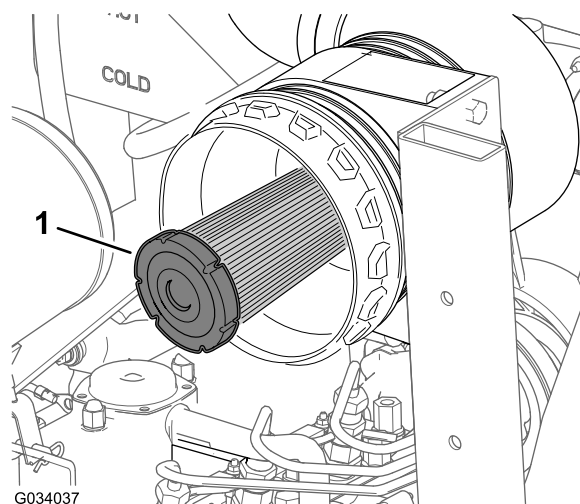

Figure 49
2. Vérifiez que l'élément de sécurité ne présente pas de dépôts de poussière ou débris (Figure 49).
Important: N'essayez jamais de nettoyer l'élément de sécurité (Figure 49). Remplacez l'élément filtrant de sécurité une fois sur trois, quand vous effectuez l'entretien du préfiltre.